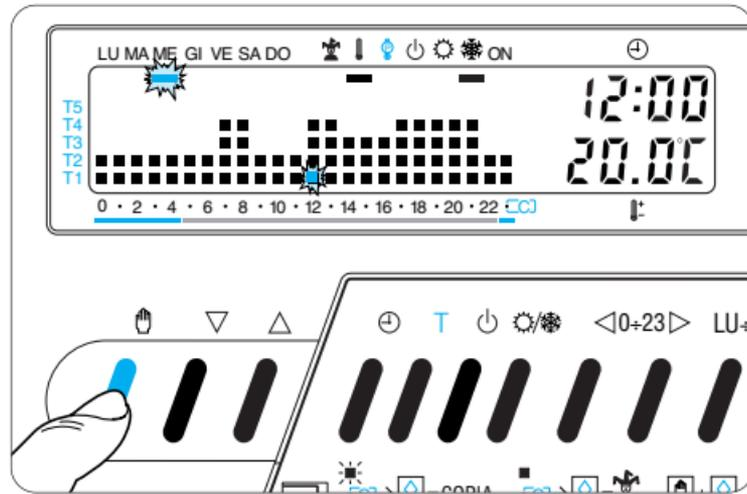

Fig. 40
**10.6** - Terminata la programmazione, per ritornare immediatamente al giorno e all'ora in corso, premere due volte il pulsante  $\text{☼}$  (fig. 40); in ogni caso, questo avviene automaticamente dopo 10